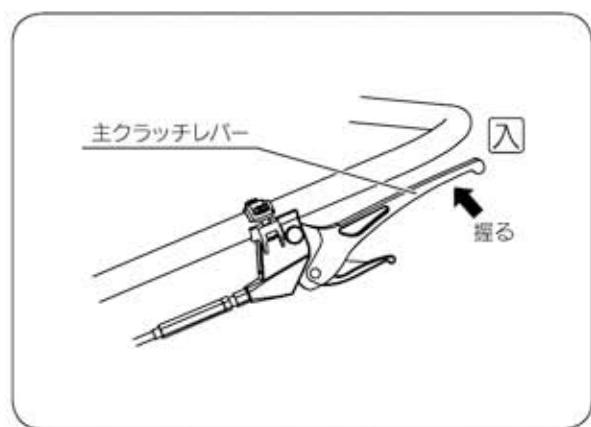

図13
- ③ 主クラッチレバーをゆっくり握りますとクラッチが入ります。 (図13)